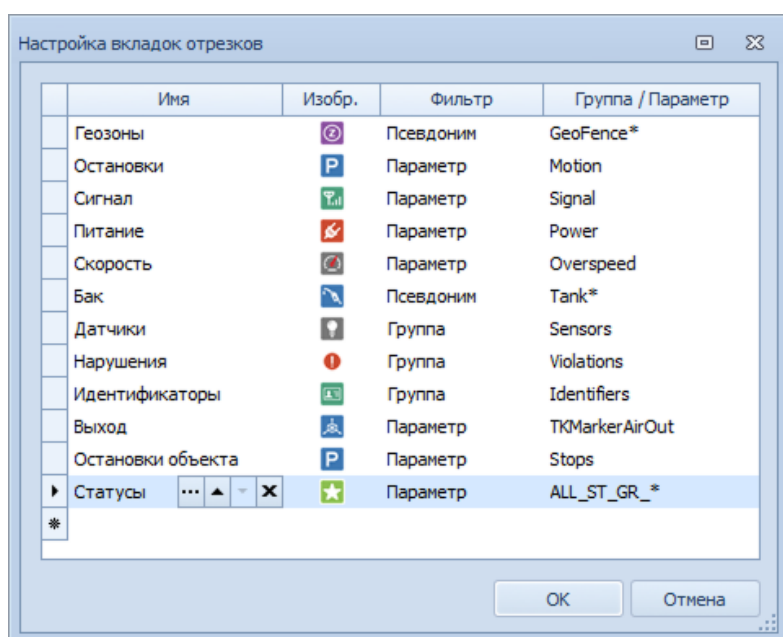

Рис.75. Настройка вкладки «Статусы»
1. Нажмите правую кнопку мыши в таблице модуля «**Отрезки**» и выберите пункт «**Настройка вкладок отрезков...**». Далее, используя созданные параметры «Все статусы группы 0» и «Все статусы группы 7», настройте вкладку «**Статусы**» для отображения данных (Рис.75):